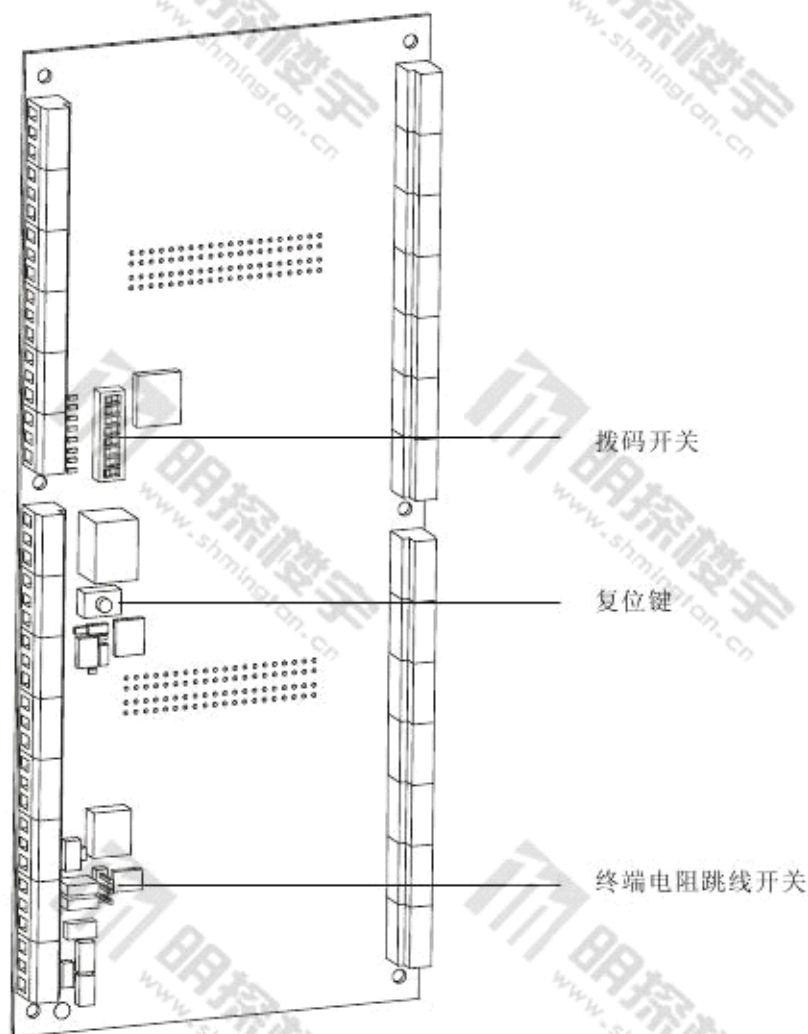

图1 正视图
4. 按接线图 5/6 将电缆接到端子上。当 FTM1811 作为 FR18-BUS(CAN-Bus) 总线末端设备时, 需并联 120 Ω 电阻 (可通过 FTM1811 内部跳线开关完成, 见图 1)。电源线推荐使用线径大于 1.5 mm² 电缆。